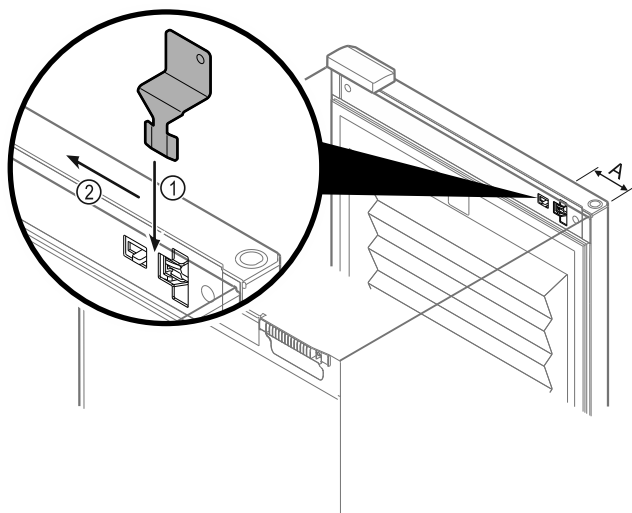

Fig. 107
- ▶ Posizionare la chiave di sblocco di emergenza nel punto specificato Fig. 107 (A) ≈ 100 mm.
- ▶ Inserire la chiave di sblocco di emergenza tra la porta e il corpo dell'apparecchiatura dall'alto fino all'arresto Fig. 107 (1).
- ▶ Tirare la chiave di sblocco di emergenza verso il lato della cerniera Fig. 107 (2).